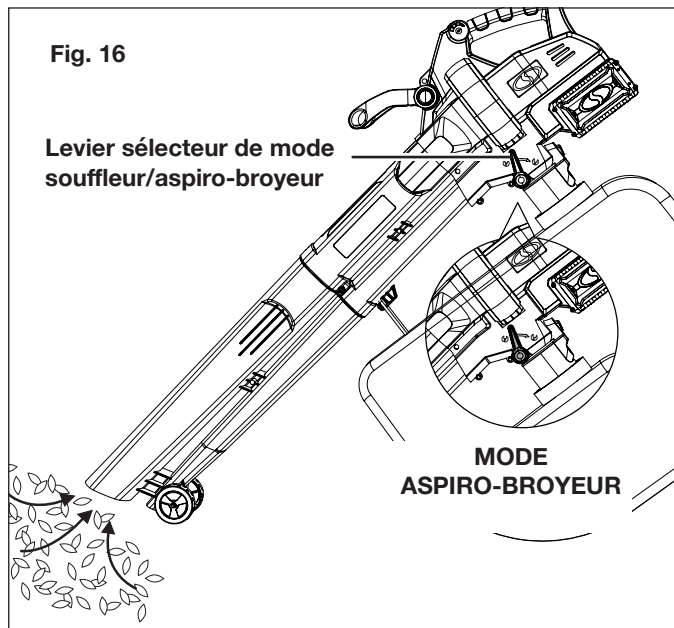

Fig. 16
- Avant d'utiliser l'outil, assurez-vous que le sac de ramassage est correctement monté sur l'outil. Tournez le levier sélecteur de mode au MODE ASIPIRO-BROYEUR. Mettez en marche l'outil (Fig. 16).